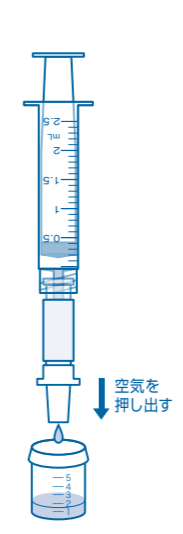

図15
⑮ シリンジをコネクタに再度接続し、空気を押し出し、チップに残った液をできる限り除きます。(図15)